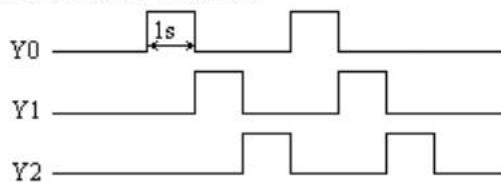
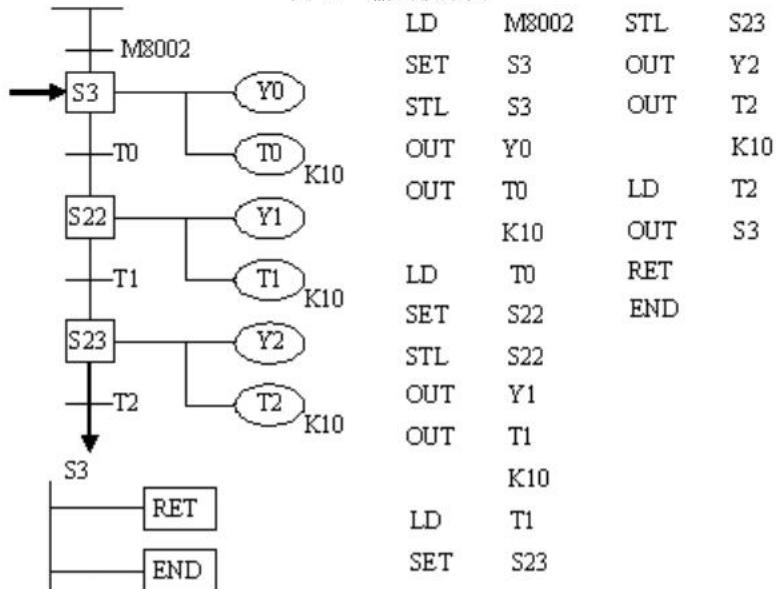

图 14 输出波形图
图 15 顺序功能图及语句表
1. 用步进顺控指令实现如图 14 所示的波形，使 Y0、Y1 和 Y2 每隔 1s 顺序输出，并循环。其顺序功能图和指令语句表如图 15 所示。
- (1) 按图 15 输入程序。
- (2) 检查程序是否正确。
- (3) 运行程序，观察 Y0、Y1 和 Y2 的输出是否和波形一致。
- (4) 改变定时器的定时时间常数，再次运行程序，观察输出情况。